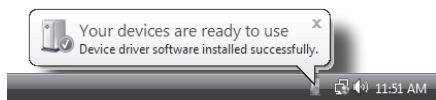

Figura 5
2. Una vez hayan sido instalados los drivers, aparecerá "Su nuevo hardware está instalado y listo para su uso" (Figura 5).